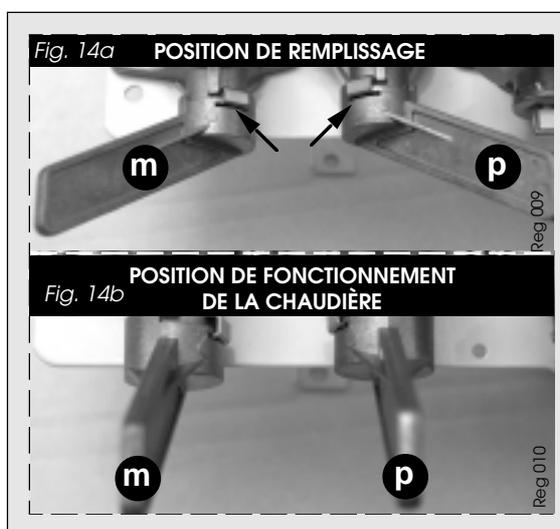

Fig. 14a
- Mettre les manettes (m) et (p) en position de remplissage en venant en butée comme représenté sur la figure 14a.